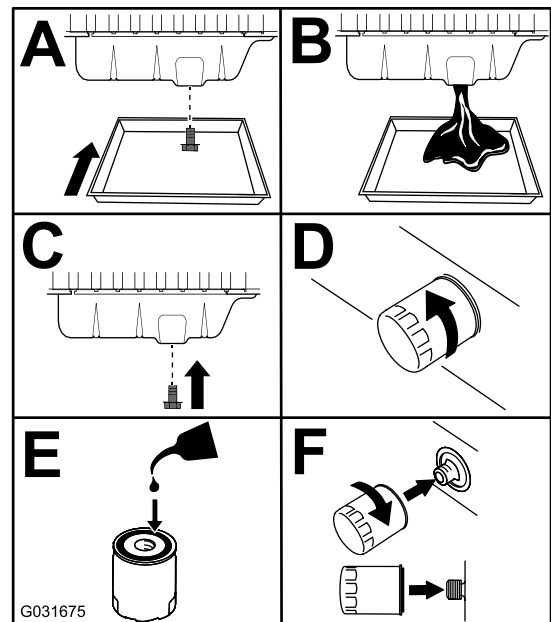

Figure 81
3. Vidangez l'huile moteur et remplacez le filtre à huile (Figure 81).